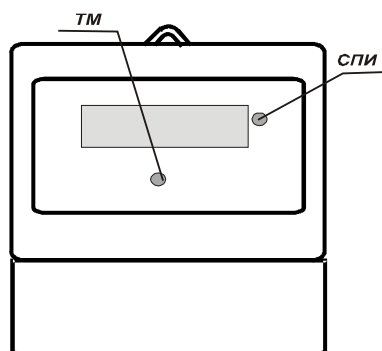

Рисунок 18 – Расположение СПИ и индикатора ТМ
В каждом режиме можно выводить информацию на дисплей, используя СПИ (см. рисунок 18), при этом на дисплей выводятся все величины независимо от заданного списка: потребление (потарифно, суммарно, на РДЧ), мощность (текущая, текущая пиковая, максимальная пиковая на РДЧ), а также дата и время. Смена информации на дисплее в поле «Потребление/Мощность/Дата» происходит синхронно с поднесением к СПИ пальца на 1-2 с. Дальность действия СПИ приблизительно 0-1 мм от крышки счетчика.
- мигание индикатора ТМ счетчика (см. рисунок 18) с частотой, пропорциональной мощности подключенной нагрузки. При подключении нагрузки мощностью 1 кВт индикатор ТМ, должен мигать с частотой приблизительно 1 раз в секунду;